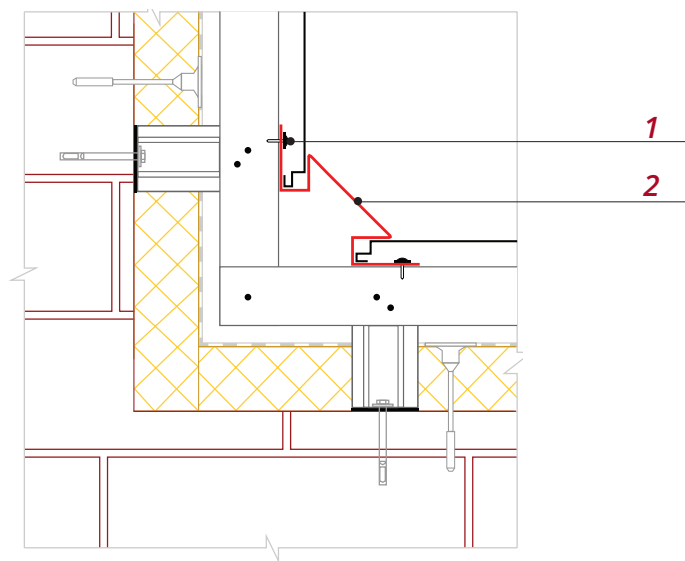

Рис. 12
■ На внутреннем угле фасада необходимо установить два крепежных кронштейна **1** и крепежные профили так, чтобы можно было закрепить Планку угла внутреннего **2** и примыкающие к ней панели (рис. 12).